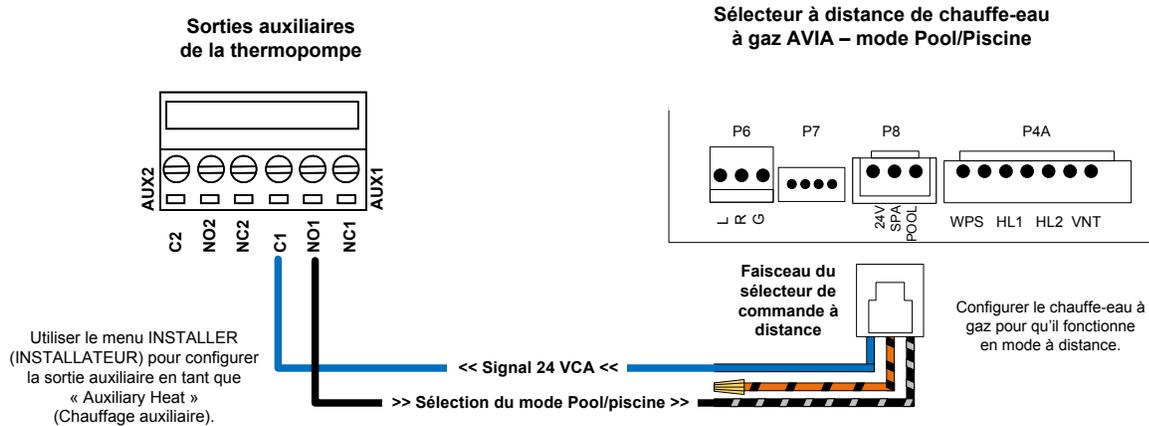

Figure 151. Exemple 3: Appareil de chauffage au gaz piloté comme auxiliaire
- b. Pour les applications de plus de 3 A, utilisez un relais fourni par le client et adapté à l'ampérage et à la tension de votre application. Connectez ce relais en cascade à la sortie auxiliaire de l'appareil. Voir Figure 151.